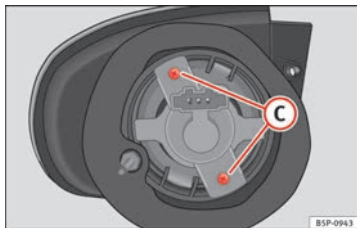

Abb. 192 Blinklicht
- Drehen Sie die Schrauben ⇒ Abb. 192 **C** aus dem Lampenträger heraus und ziehen Sie diesen heraus.
- Drehen Sie die Schrauben ⇒ Abb. 192 **C** des Lampenträgers heraus und ziehen Sie diesen heraus.